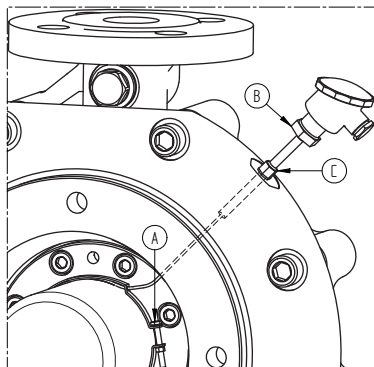

Figura 15: Conexión interior del sensor de temperatura.
- 6 Si la bomba está equipada con un sensor de temperatura, retire cuidadosamente la abrazadera de manguera aflojando el tornillo A (figura 15) A continuación, afloje primero B y luego C, y retire el cabezal de conexión junto con el tubo de conexión, guiando al mismo tiempo el sensor de temperatura desde el interior a través del orificio.
- 19 Si la bomba está equipada con un sensor de temperatura, guíe el sensor de temperatura desde el exterior a través del orificio e instale el cabezal y el tubo de conexión en la cubierta intermedia. A continuación, guíe el sensor de temperatura a través del orificio de la abrazadera de manguera y monte la abrazadera de manguera en la posición que se muestra en la figura 15.